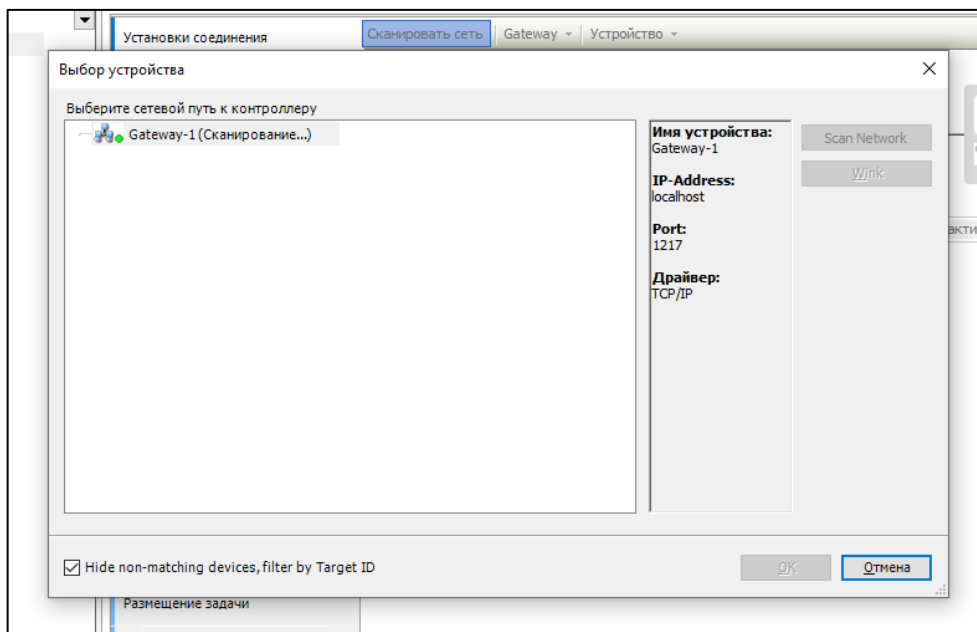

Рисунок 2 – CODESYS V3.5. Сканирование сети
- Нажмите «Сканировать сеть» (рисунок 2).